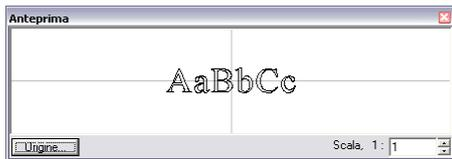

Figura 29 Fattore di larghezza pari a 1 e 1.8
- Fattore di Larghezza (aumentando il valore il testo diventa più largo mantenendo la stessa altezza, come mostrato in Figura 29)